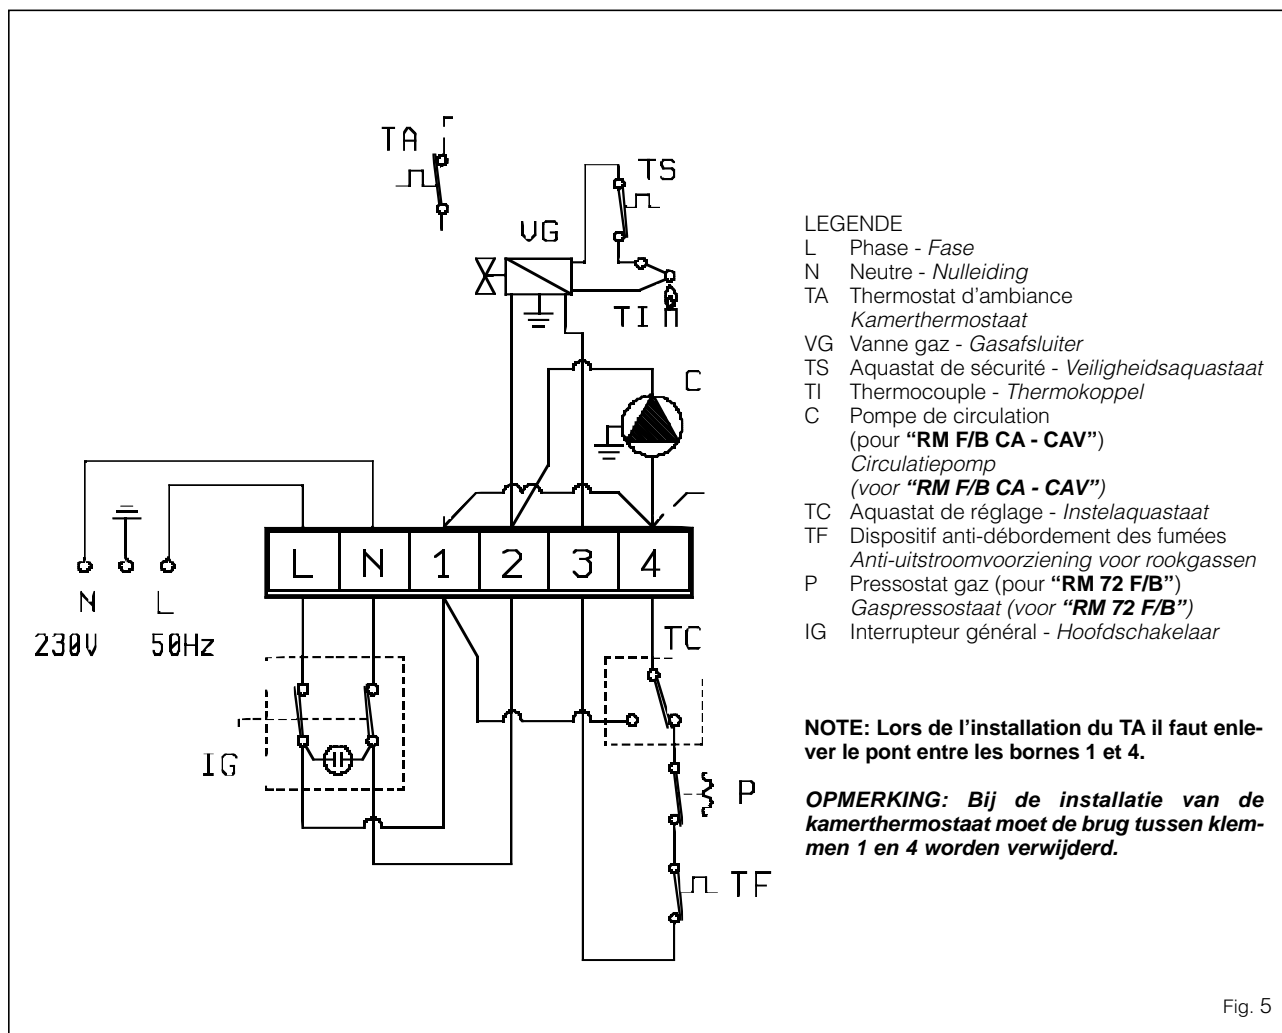

Fig. 5
Le thermostat d'ambiance (non fourni) doit être branché entre les bornes 1 et 4 (fig. 5) après avoir enlevé le pont existant; l'éventuelle résistance accélératrice doit être branchée à la borne 2.
*De (niet meegeleverde) kamerthermostaat moet aangesloten worden tussen klemmen 1 en 4 (fig. 5) nadat de aanwezige brug is weggenomen.*